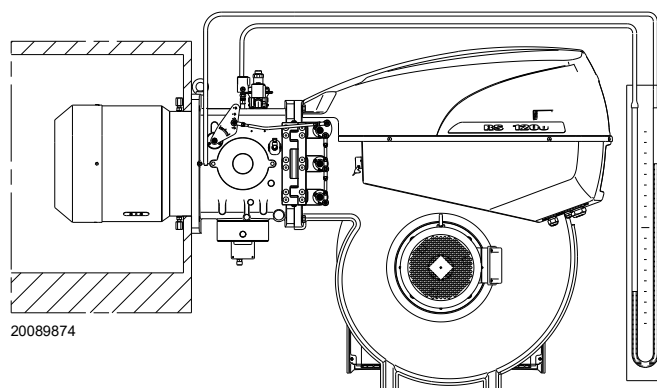

Fig. 24
- Monter un manomètre en U ou un manomètre de type différentiel (Fig. 24), avec la prise (+) sur la pression de gaz du manchon et (-) dans la chambre de combustion. Ceci sert à obtenir approximativement la puissance MAX. du brûleur.
L'arrivée de gaz au manchon est mise en évidence sur le manomètre en U (Fig. 24).